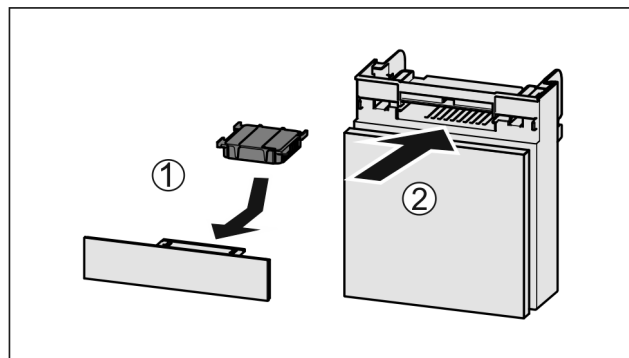

Fig. 72
- ▶ Wkładać Fig. 72 (1) filtr z węglem aktywnym zgodnie z ilustracją.
- ▶ Wsunąć komorę Fig. 72 (2).